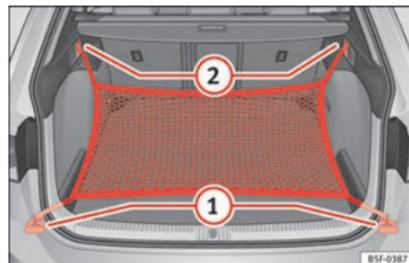

Fig. 178 Nel bagagliaio: occhielli ① e ganci ② per agganciare la tasca a rete (modello LEON ST).
- Fissare i ganci corti della rete agli occhielli di ancoraggio »» fig. 178 ① »» ⚠. La cerniera della tasca dev'essere rivolta verso l'alto.
- Fissare le cinghie nei ganci per appendere borse ②